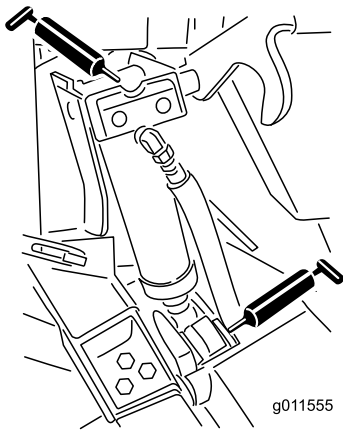

Figura 53
- Quatro casquilhos do cilindro de elevação (Figura 53)